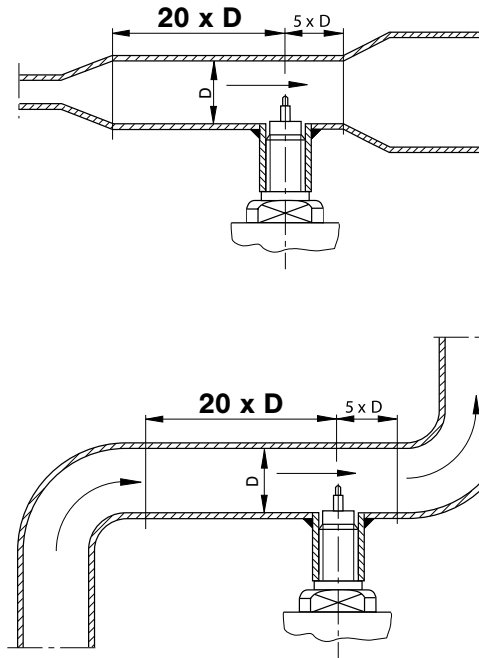

Fig. 4
- Um Strömungsturbulenzen an den Messführlern zu vermeiden, den Durchflussmesser nur in gerade Rohrleitungen einbauen. Auf ausreichenden Abstand zu Querschnittsänderungen, Rohrkrümmungen und Ventilen/Schiebern achten (siehe Fig. 4).
- The flow meter should be installed only in a straight section of piping. To avoid any effects of turbulence there should be a specific distance before and a specific distance after the flow meter before or after any bends, valves and changes in pipe diameter (see fig. 4).